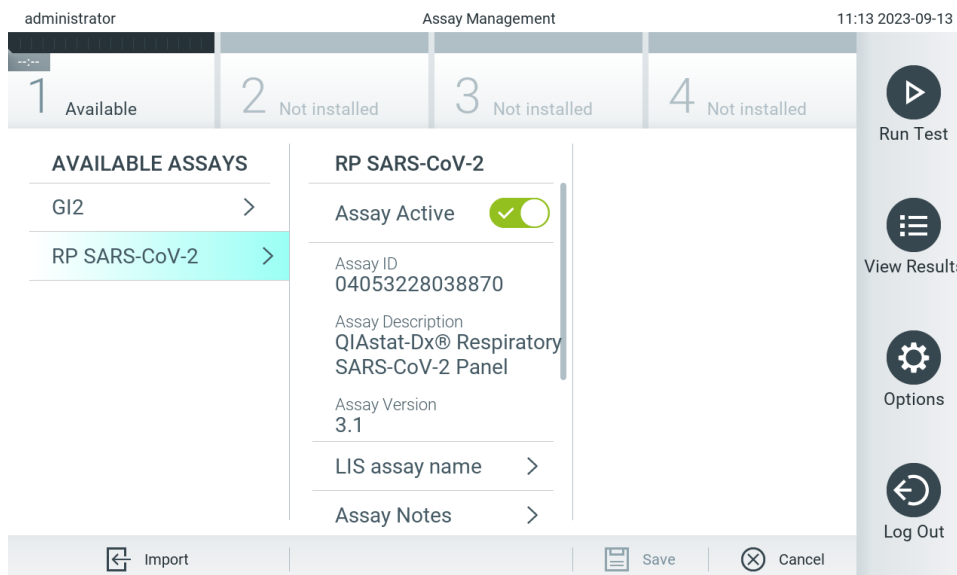

Abbildung 57. Verwaltung verfügbarer Assays.
1. Drücken Sie auf die Schaltfläche Options (Optionen) und dann auf die Schaltfläche Assay Management (Assay-Verwaltung), um den Bildschirm Assay Management (Assay-Verwaltung) aufzurufen. Die verfügbaren Assays sind in der ersten Spalte im Inhaltsbereich aufgelistet (Abbildung 57).